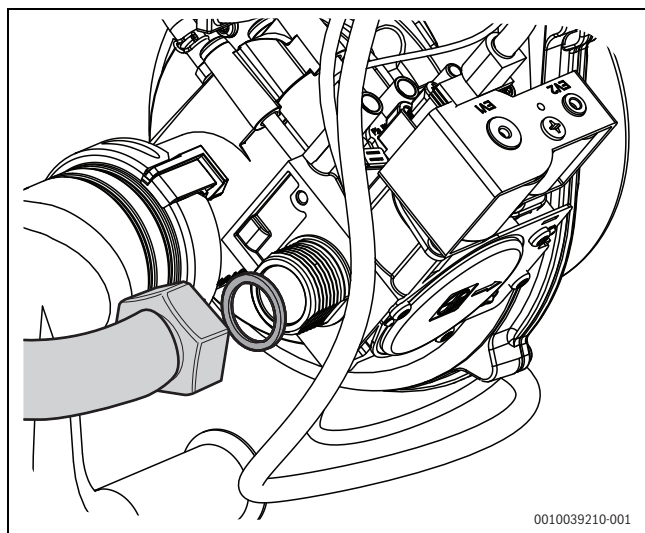

Bild 17 Dichtung für Gasanschlussrohr einlegen
- Mitgelieferte Dichtung (im Zubehör-Set) in Schraubenverbindung des Gasrohres an der Gasarmatur einlegen und Überwurfmutter mit einem Drehmoment von 50 Nm anziehen (→Bild 17). Dabei darauf achten, dass die Durchführungsstelle des Gasrohres an der Rückwand gleichmäßig am Rohr anliegt und keine mechanischen Spannungen entstehen.